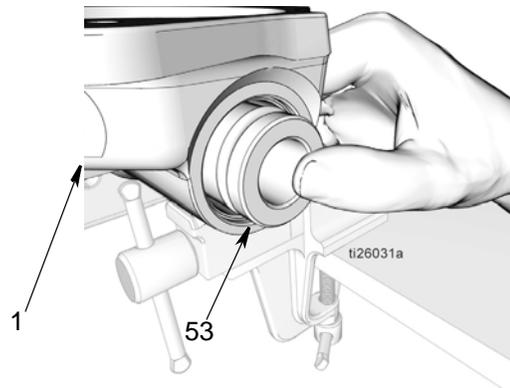

图 41
- d. 使用拇指将衬套 (53) 按入泵底座 (1)。然后使用软杆，将衬套尽可能地向下按 (图 41)。